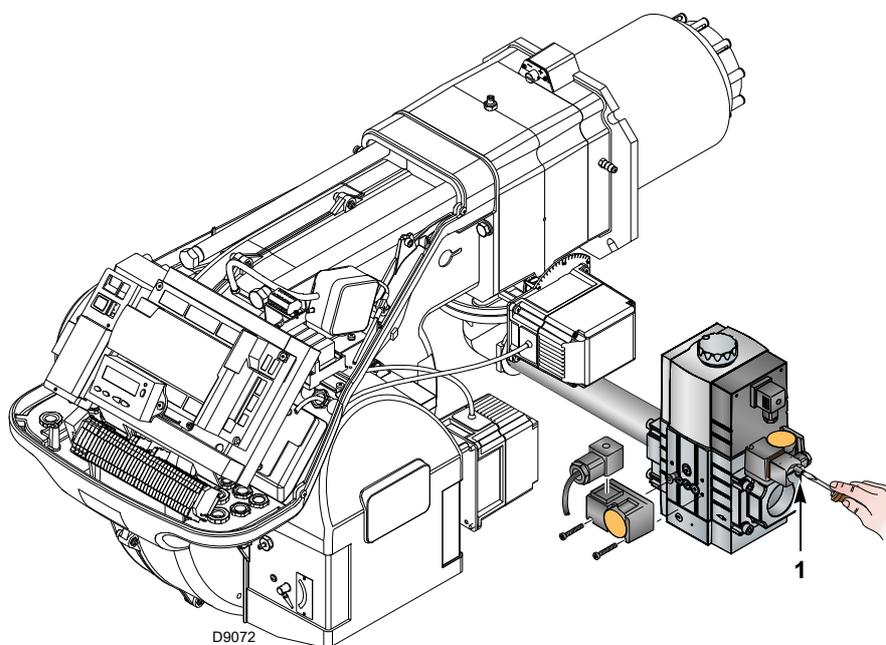

Fig. 28
- Contrôler la pression d'alimentation du gaz en raccordant un manomètre sur la prise de pression 1)(Fig. 28) du pressostat gaz seuil minimum : elle doit être inférieure à la pression maximale admise de la rampe gaz figurant dans la plaque d'identification.
- Purger l'air des tubes de la rampe gaz, en raccordant un tube en plastique sur la prise de pression 1)(Fig. 28) du pressostat gaz seuil minimum. Porter le tube de purge à l'extérieur de l'édifice jusqu'à sentir l'odeur du gaz.